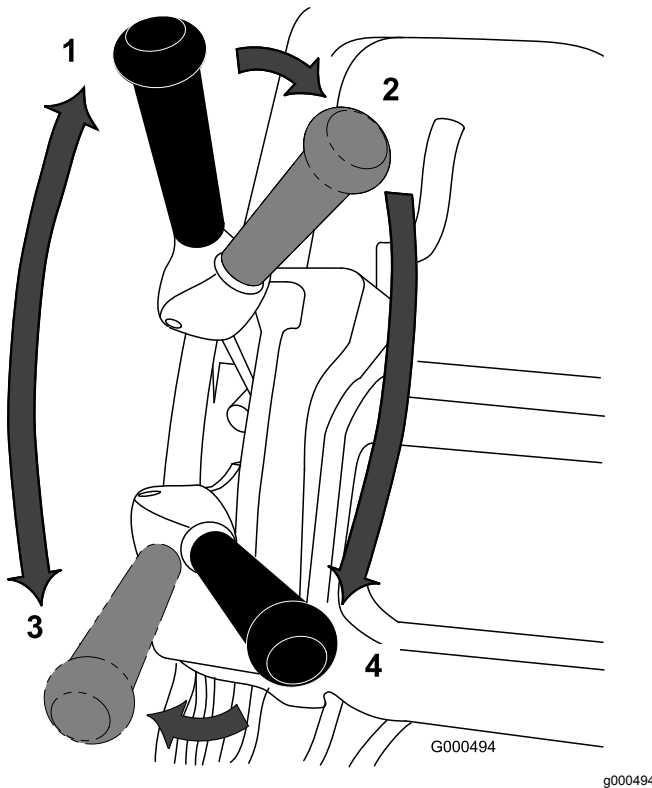

Figura 32
1. Arranque el motor, accione el acelerador a velocidad reducida, empuje el manillar hacia abajo para elevar la unidad de corte, pulse el control de presencia del operador, ponga la palanca de tracción y de transmisión del molinete en la posición de HACIA DELANTE (transporte) y lleve la máquina al borde del green (Figura 32).
2. Mueva la palanca a la posición de PUNTO MUERTO (Figura 32).
3. Mueva la palanca a la posición de tracción – PUNTO MUERTO y de transmisión del molinete – DESENGRANADO (Figura 32).
4. Mueva la palanca a la posición de tracción – HACIA DELANTE y de transmisión del molinete – ENGRANADO (Figura 32), aumente la velocidad del acelerador hasta que la máquina se desplace a la velocidad deseada, lleve la máquina al green, baje la unidad de corte al suelo y empiece a segar.